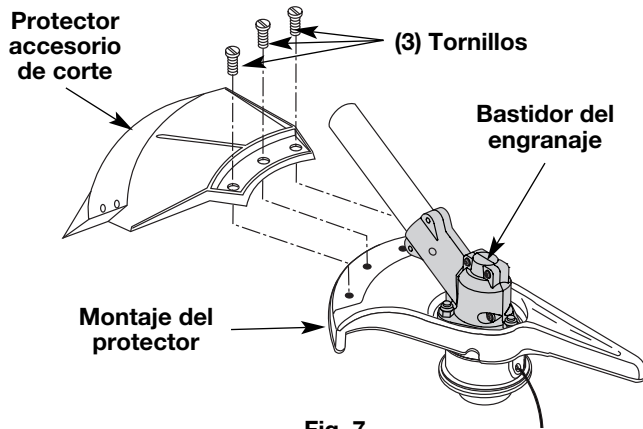

Fig. 7
Saque el protector accesorio de corte del montaje del protector retirando los tres (3) tornillos con un destornillador de vástago plano (Fig. 7). Guarde las piezas para usarlas en el futuro.
Instale el protector accesorio de corte en el montaje del protector insertando 3 tornillos en el montaje del protector. Ajuste bien con un destornillador de vástago plano (Fig. 7).
SI... el motor titubea, regrese la palanca del obturador a la Posición 2 (Fig. 7) y siga calentándolo.